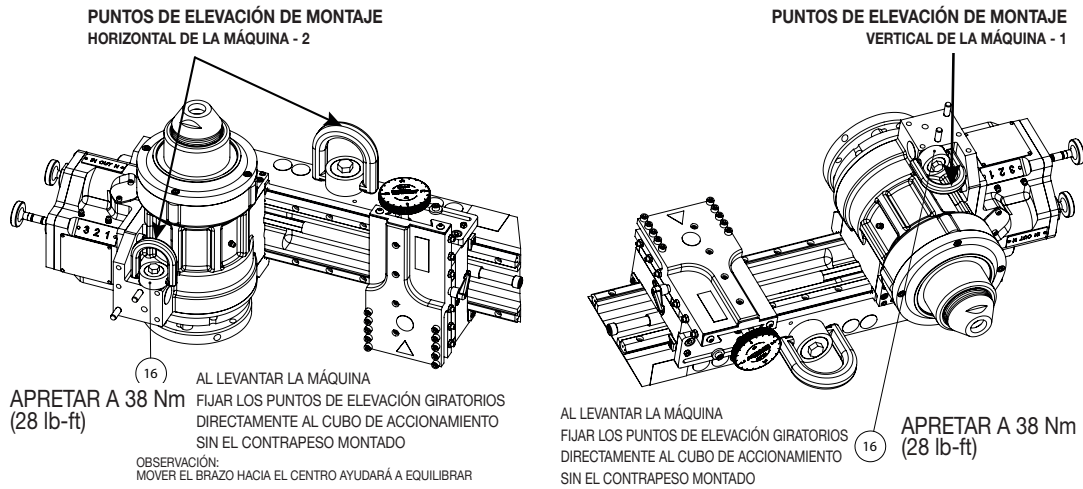

Figura 13: Puntos de elevación de la MM860i
1. Consulte la Figura 13 para los puntos de elevación y los valores de par de apriete.